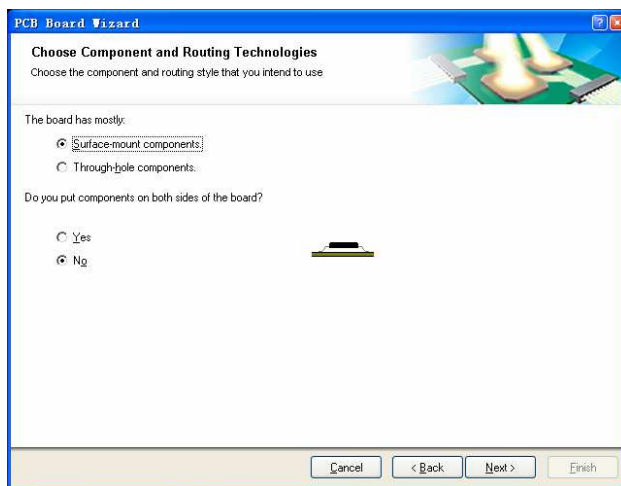

图 7.26 “Choose Component and Routing Technologies” 页面
(9) 在过孔类型选择对话框中选择“Thruhole Var only”单选项，单击“Next”按钮，显示如图 7.26 所示的“Choose Coponent and Routing Technologies”页面。